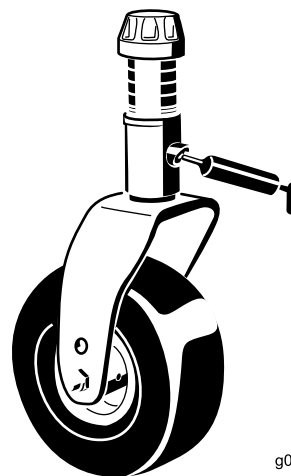

Figure 42
- 1 bague d'axe de chape de roue pivotante (Figure 42)